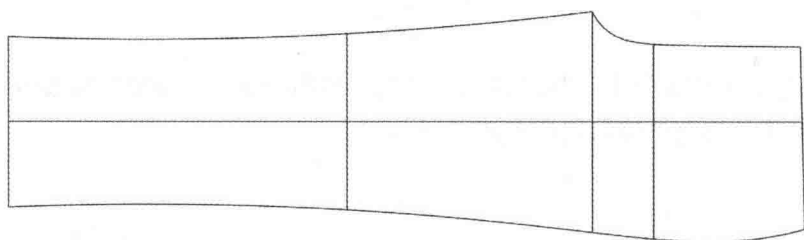

图 7-16 前裤片
(15) 选择  【剪断线】工具, 依次点击侧缝线上段部分和下段部分的二段线; 然后按右键结束将两条线连接成一条线。这样侧缝线会更加顺畅(图 7-16)。